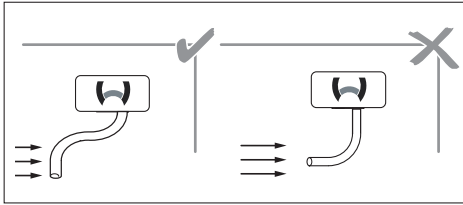

Abb. 20: Ausrichtung Abgasauslass
- ✓ Abgase dürfen nicht direkt in Fahrtrichtung austreten. Siehe Abb. 20.